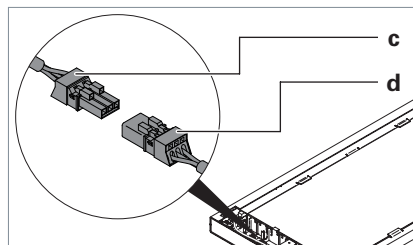

Fig. 14: Leuchtenkopf anschließen, Teil 2.
- ▶ Verbinden Sie die Buchse **c** mit dem Stecker **d** am Leuchtenkopf, siehe Fig. 14.